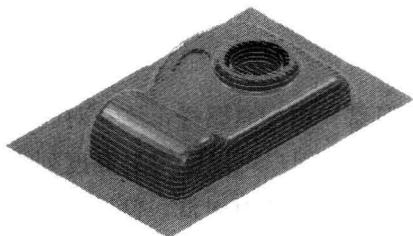
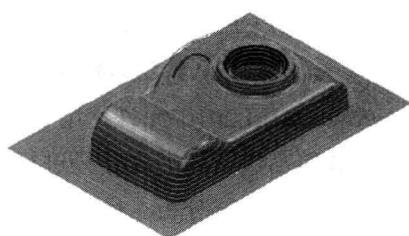

图 1-2 平行等高刀具路径
图 1-3 偏置等高刀具路径
1) PowerMILL2010 新增加了平行等高精加工、偏置等高精加工等新的刀具路径策略，示例分别如图 1-2 和图 1-3 所示。